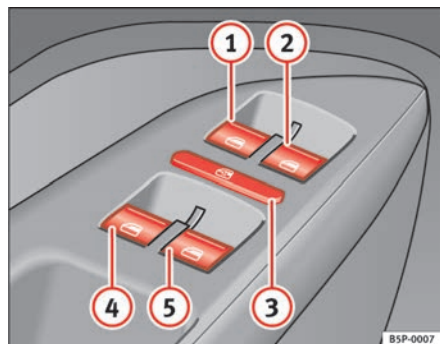

Fig. 68 Detalle de la puerta del conductor: mandos para las ventanillas delanteras y traseras
Las teclas ⇒ página 110, fig. 68 ① y ② tienen dos posiciones para la apertura de las ventanillas y otras dos para el cierre. De este modo es más fácil controlar las operaciones de apertura y cierre.